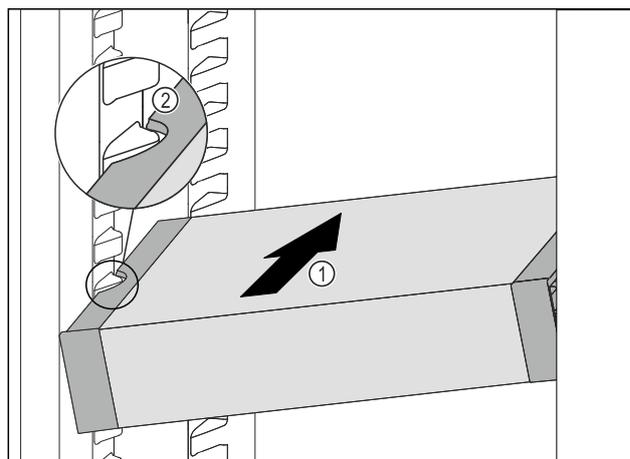

Fig. 75
- ▶ Introduzca el VarioSafe en posición oblicua en el compartimento del frigorífico Fig. 75 (1) hasta que los huecos laterales Fig. 75 (2) del VarioSafe se encuentren a la altura de la nervadura del recipiente en el compartimento frigorífico.